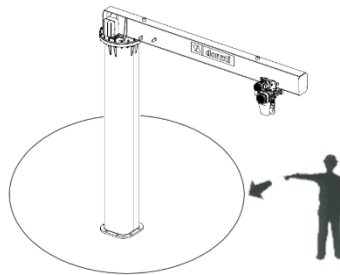

Abb. 16
3. Prüfen, ob für den Auslegerkran ausreichende Rangier- bzw. Drehbereiche vorhanden sind, insbesondere wenn dieser mit anderen Kranen oder Maschinen im gleichen Raum zum Einsatz kommt (Abb. 16).